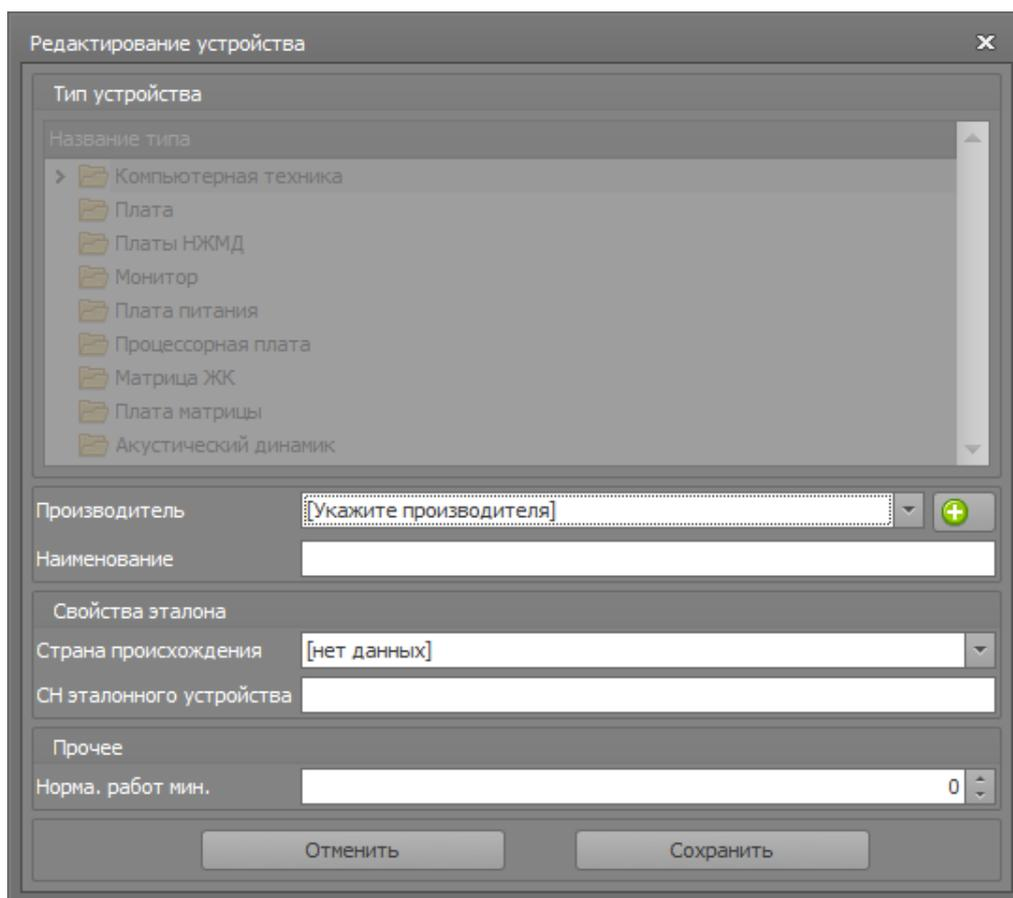

Рисунок 62
- В открывшемся диалоговом окне – **Редактирование устройства** (рис.62) заполните доступные для редактирования поля.